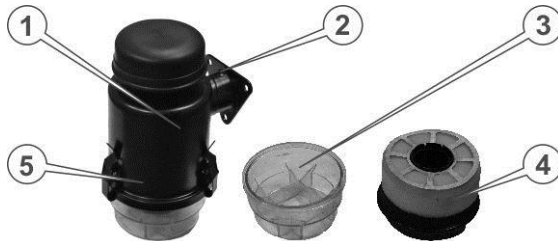

Рис. 21. – Повітроочисник
Для заповнення масляної ванни повітряного фільтра необхідно відкрити три фіксатори в нижній частині корпусу фільтра (див. Рис. 21.), від'єднати піддон з фільтрувальним елементом, акуратно потягнувши його вниз, витягти фільтрувальний елемент з піддона, налити в піддон 50-70 г моторного мастила, рівномірно розподіливши його по секціях піддону, просочити фільтрувальний елемент машинним мастилом, віджати і вставити в піддон, встановити назад в корпус фільтра, закрити фіксатори.
1. Відкрутити три фіксатори в нижній частині корпусу фільтра (див. Рис. 21.)